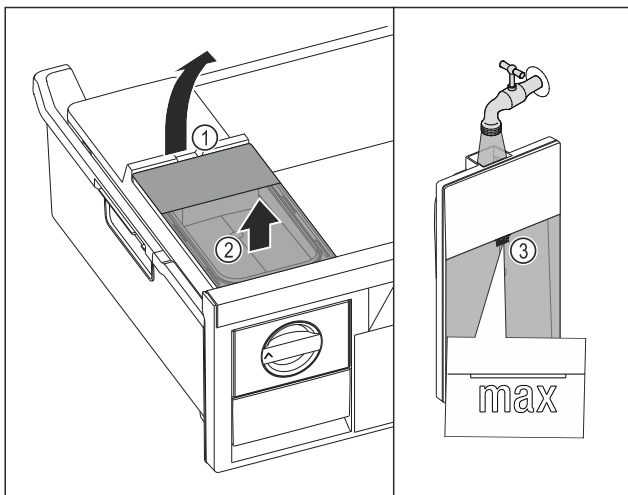

Fig. 98
- ▶ Підняти бак для води за заглиблення Fig. 98 (1).
- ▶ Вийняти бак для води рухом вгору. Fig. 98 (2)
- ▶ Наповнити бак для води питною водою до позначки Fig. 98 (3).